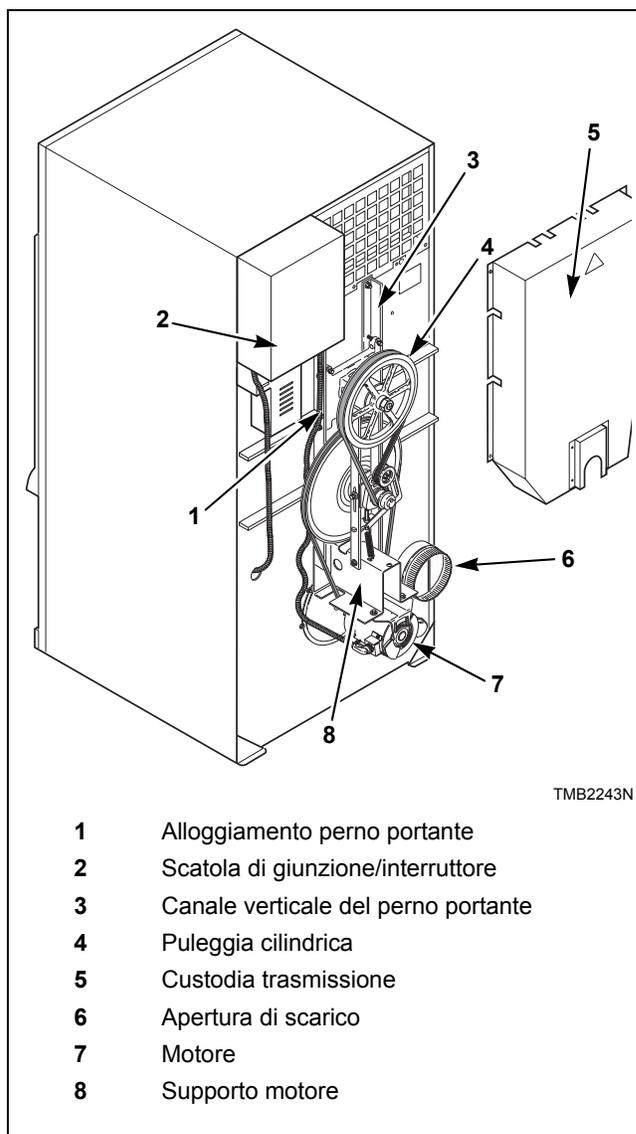

Figura 8
2. Rimuovere la custodia di trasmissione. Consultare la *Figura 8*.
3. Rimuovere le cinghie di trasmissione. Consultare la *Figura 8*.
8. Rimuovere l'alloggiamento del perno portante. Consultare la *Figura 8*.
10. Rimuovere il motore e il supporto del motore. Consultare la *Figura 8*.
12. Rimuovere la scatola di giunzione/interruttore. Consultare la *Figura 8*.